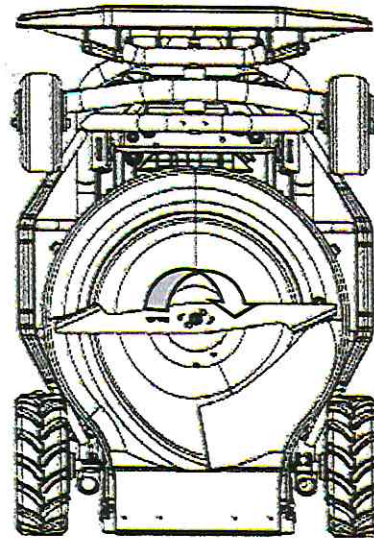

Abbildung 2)
- ④. Tauschen sie die Klinge aus und drehen Sie die Schraube im Uhrzeigersinn, um sie festzuziehen (Abb. 2).